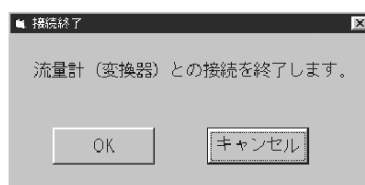

図12
- ② 図12のようなメッセージボックスが現れますので、「OK」ボタンをクリックしてください。